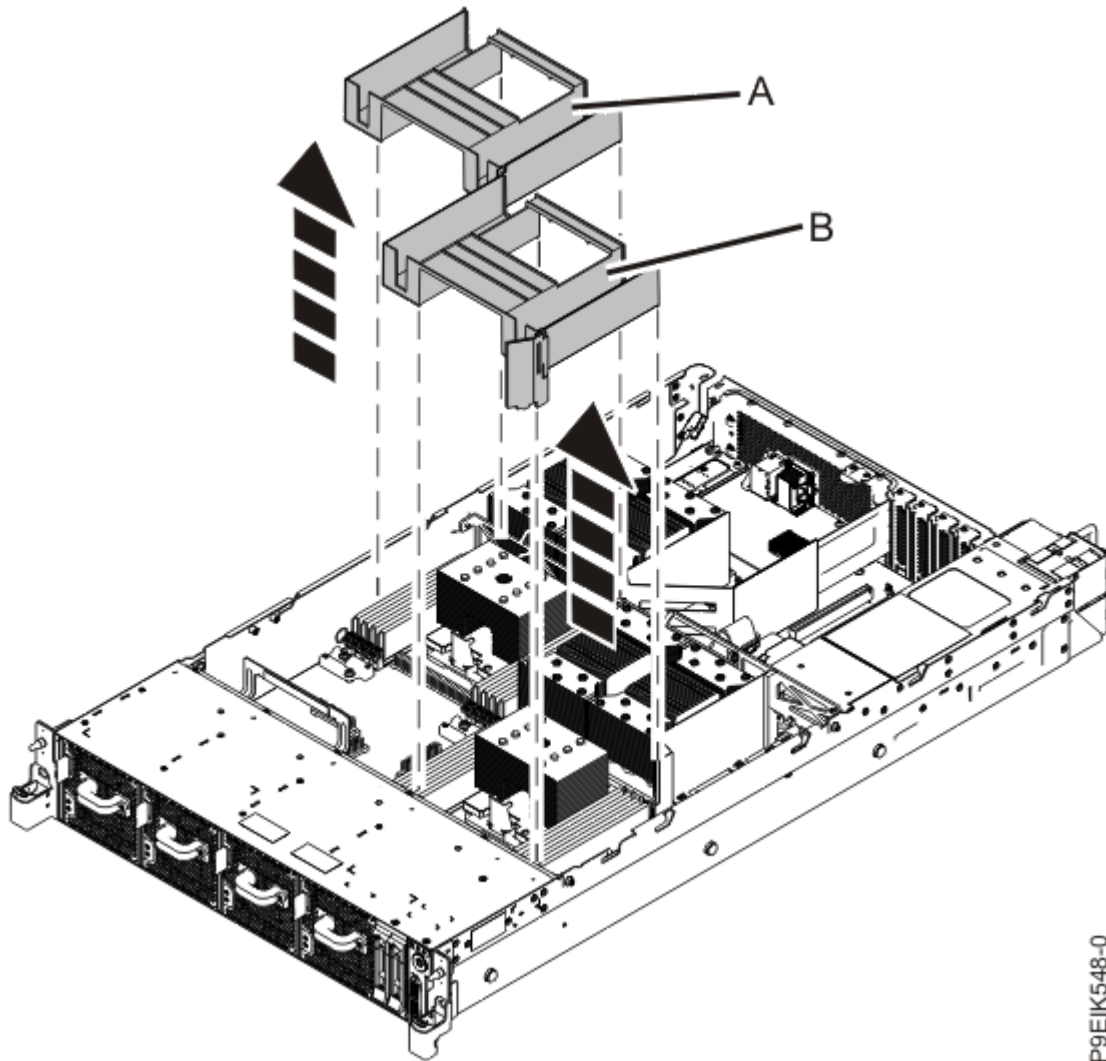

Figura 43. Extracción de los deflectores de aire del procesador del sistema
2. Extraiga los deflectores de aire (A) y (B), tal como se muestra en la Figura 43 en la página 60.